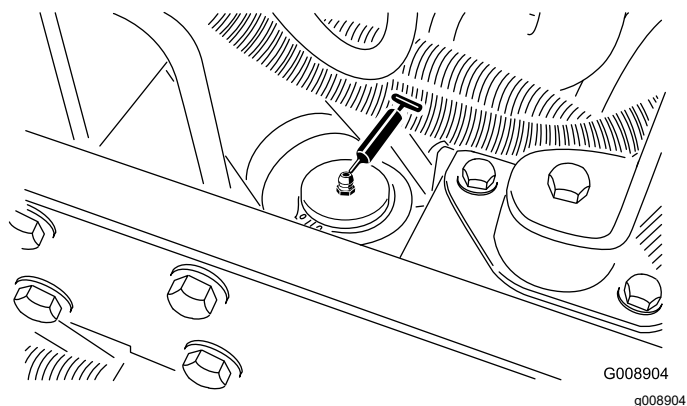

Figure 43
- Vérin de direction (**Figure 43**)